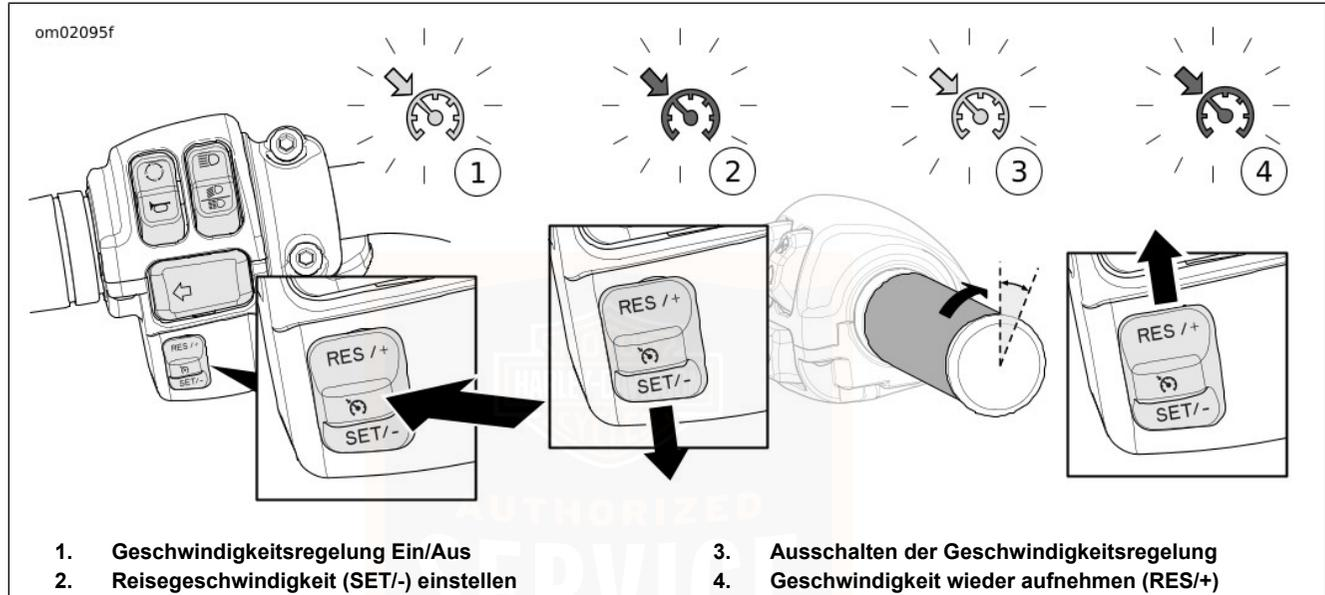

Abbildung 20. Geschwindigkeitsregelung
Siehe Abbildung 20. Den Geschwindigkeitsregelungsschalter drücken, um die Geschwindigkeitsregelung (1) einzuschalten. Im eingeschalteten Zustand leuchtet das Symbol für die Geschwindigkeitsregelung in der Tachometer-Oberfläche gelb.
Siehe Abbildung 20. Wenn das Motorrad die gewünschte Geschwindigkeit erreicht hat, den Schalter SET/ herunterdrücken, um die Reisegeschwindigkeit einzustellen (2). Die Farbe des Geschwindigkeitsregelungssymbols wechselt von Gelb auf Grün.
Siehe Abbildung 20. Um die Reisegeschwindigkeit zu verlassen, den Gasgriff über den Abrollschalter (3) in die geschlossene Stellung drehen.
Siehe Abbildung 20. Wenn die Geschwindigkeitsregelung deaktiviert wurde, die Geschwindigkeitsregelungs-Kontrollleuchte aber trotzdem gelb leuchtet, wird durch Drücken des Schalters RES/+ die Geschwindigkeitsregelung wiederaufgenommen (4). Das